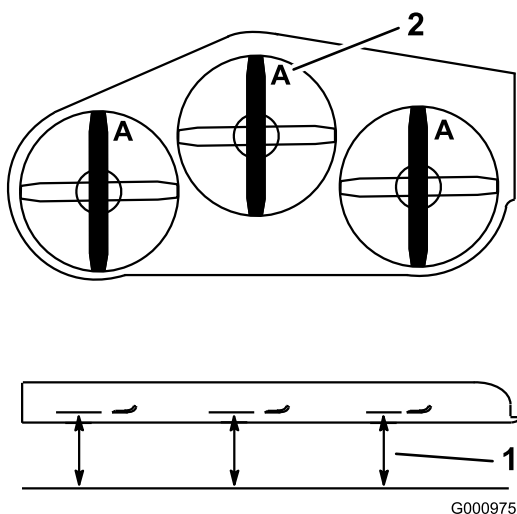

Figure 95
3. Placez la machine sur une surface plane, tournez une lame dans le sens longitudinal. Mesurez au point A et entre la surface plane et le bord coupant des pointes des lames (Figure 95)